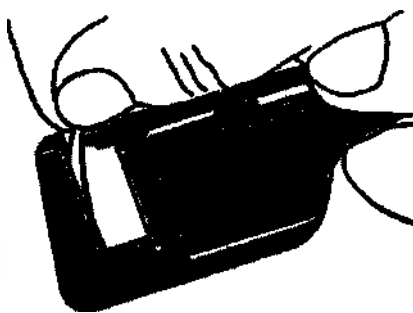

Рисунок 4. Установка подкладки в гнездо
7.2. Проверьте правильность сборки ушивателя так, как указано в п. 6.7. Отведите в исходное положение подвижные части: скобочный корпус, толкатель с пластинками и ограничитель. В гнездо для подкладки вставьте подкладку **15** (рис. 4).